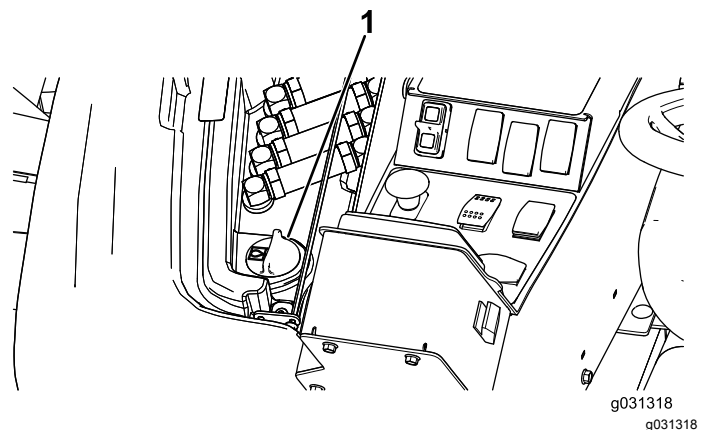

Bild 120
2. Heben Sie rechts an der Maschine die Abdeckung an, um den Hydraulikbehälterdeckel frei zu legen (Bild 120).
- Reinigen Sie den Bereich um den Füllstutzen und den Deckel des Hydraulikölbehälters (Bild 120).